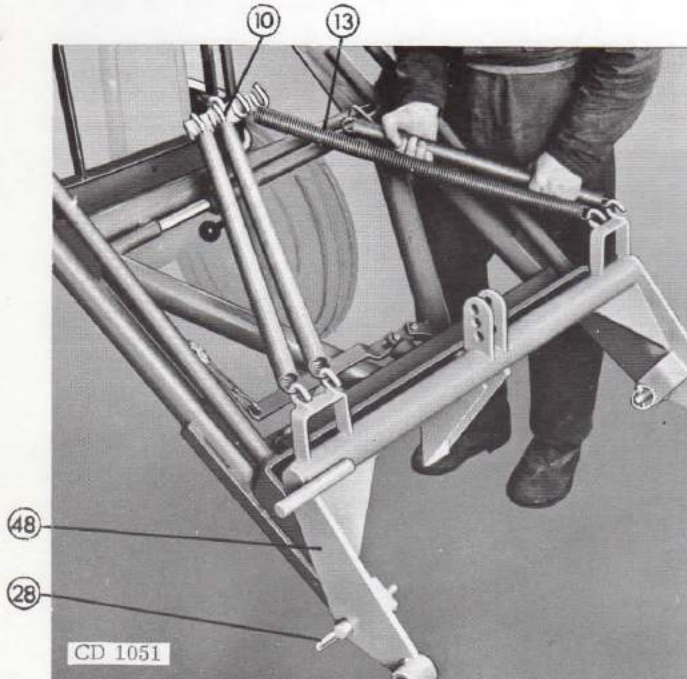

Fig. 30 - Points d'accrochage des ressorts de rappel.
Adapter la plaque à 4 crochets (10) sur la traverse située entre les bras de levage. Puis accrocher les 4 ressorts de rappel (13) d'une part sur la plaque, et d'autre part sur le support de montage (fig. 30).